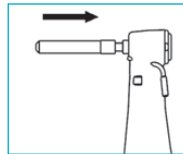

Fig. 6
- Poussez la fraise / le foret vers l'intérieur. Un « clic » indique que la fraise / le foret est bien verrouillé. (Figure 6)